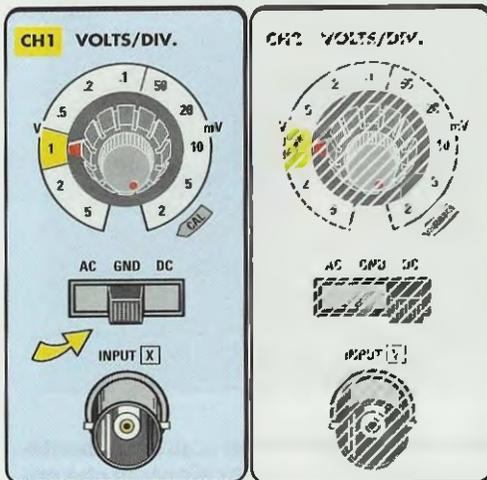

Fig.24 Dopo aver posizionato la leva del selettore d'ingresso in posizione GND, dovrete ruotare il commutatore VOLTS/DIV. del canale CH1 sulla portata 1 volt.
– Ponete il **selettore d'ingresso** del **CH1**, sul quale appaiono le scritte **AC-GND-DC**, in posizione **GND** (vedi fig.24).
– Ruotate il commutatore **VOLTS/DIV.** del **CH1** sulla portata **1 Volt/div** come visibile in fig.24, poi controllate sempre che la **piccola** manopola **CAL**, che corrisponde alla **calibrazione variabile**, risulti in posizione di **calibrazione**, facendo riferimento al manuale delle istruzioni del vostro **oscilloscopio**, al-
Poiché il selettore VOLTS/DIV. del CH1 è posto sul valore di 1 volt per quadretto, come indicato in fig.24, è facilmente intuibile che l'ampiezza della rampa è stata calibrata a 7 volt.